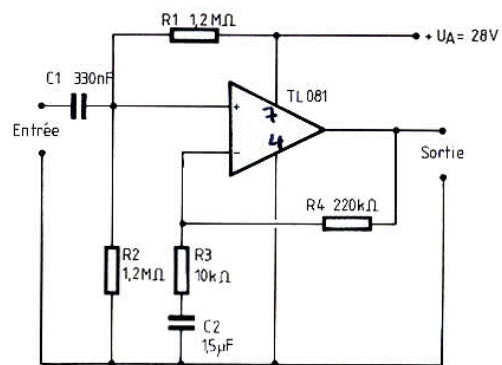

Fig. 6. – Modification du schéma de la figure 1 avec notamment un gain de 23 et une amplitude de sortie de 20 V crête à crête.
- La figure 6 présente le nouveau schéma. On remarque :